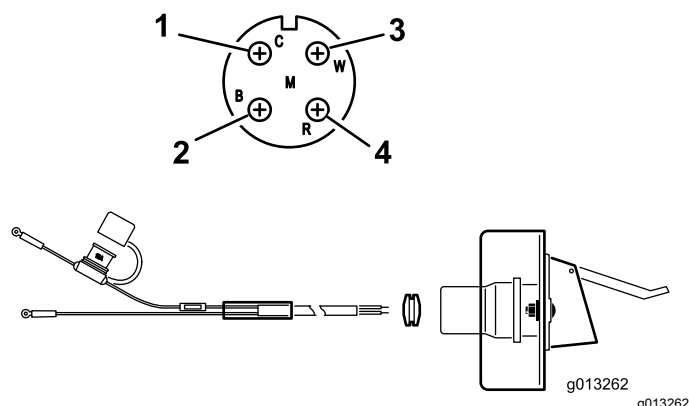

Figura 9
2. Enrute y sujete los cables eléctricos de la batería al soporte del enchufe eléctrico (Figura 9).
- Pase los cables a través del soporte del enchufe e instale el pasacables de goma negra en el cableado (Figura 9).